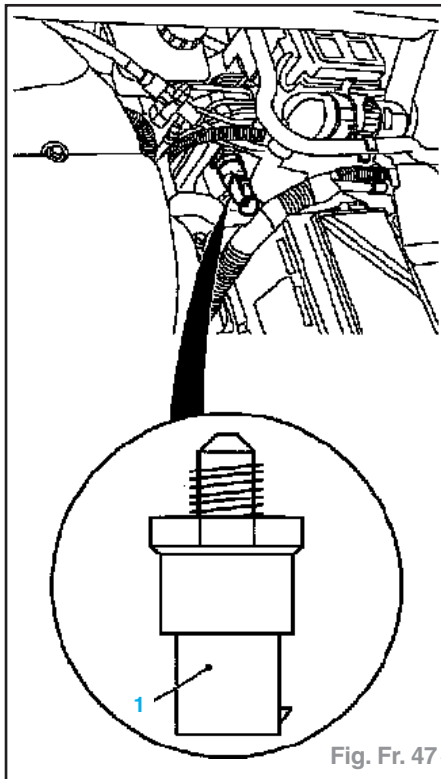

Fig. Fr. 47
- Déposer le capteur (1) et obturer l'ouverture avec un bouchon (Fig. Fr. 47).